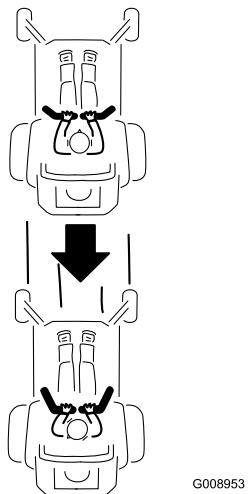

Figure 20
- Pour faire marche arrière, vérifiez que la voie est libre derrière la machine et sur sa trajectoire tout en tirant lentement les leviers de commande de déplacement en arrière (Figure 20).
Pour vous déplacer en ligne droite, appliquez une pression égale sur les deux leviers de déplacement (Figure 20).